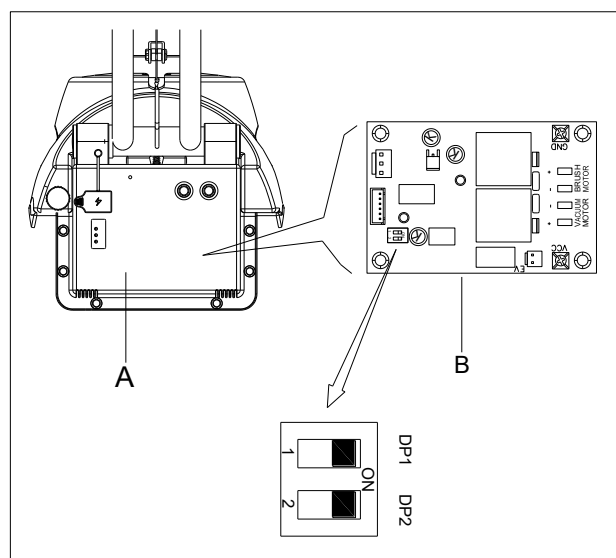

Рис. 5
1. Обесточьте машину и снимите крышку (А на рис. 5). Под ней установлен управляющий блок печатных плат (В на рис. 5). На блоке печатных плат установлены два переключателя (DP1 и DP2).